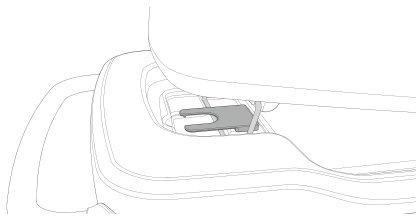

Рисунок 5 – Поперечина закреплена в верхнем положении
1. Чтобы поднять один конец корзинки для новорожденного вверх, захватите корзинку для новорожденного у логотипа и поднимите ее вверх так, чтобы планка регулировки наклона проскользнула в паз (Рисунок 5).